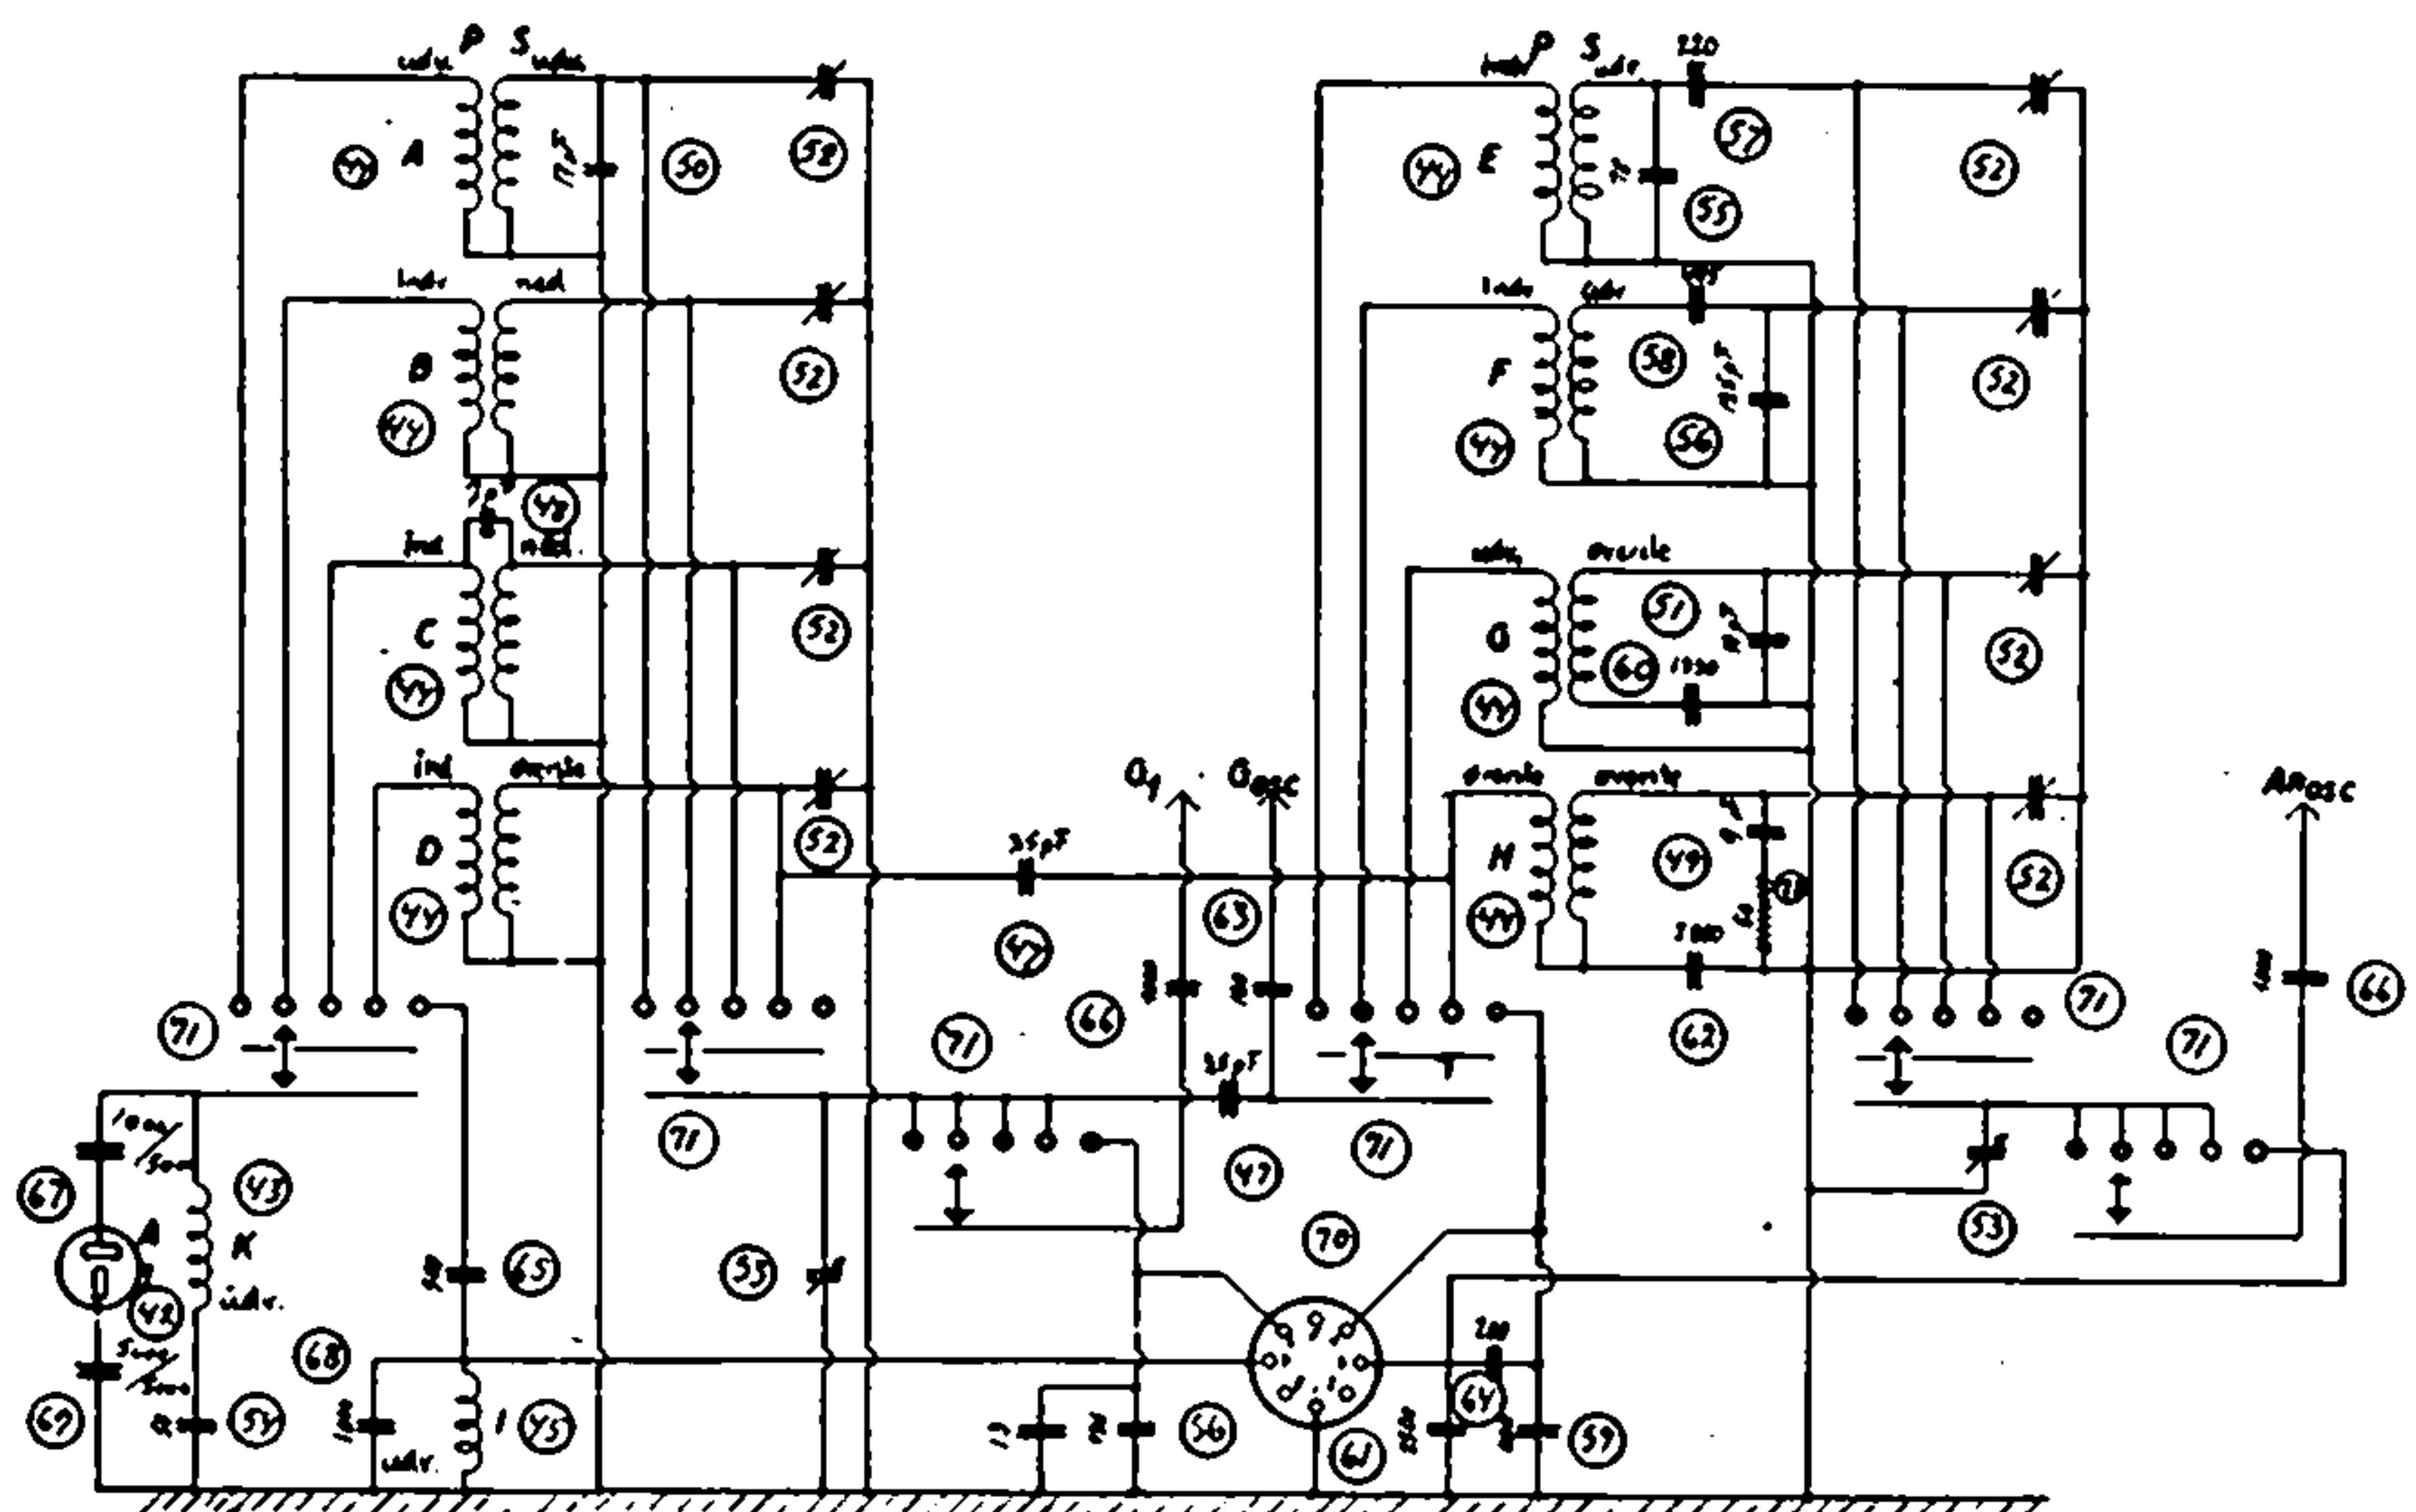

Fig. 2
To Mellemfrekvensbaandfiltre justerbare med Jernkerner. Endvidere en Forkreds og en Oscillatorkreds — det saakaldte Radiohjerte (Fig. 2).
Antennen er kapacitivt koblet til T.K.-Antennespolen, og Spændingsdelingen sker over Antennekapaciteten paa ca. 200 pF. og Kondensatoren (68) — se Fig. 2 — paa 1000 pF.
Denne Spænding opstaar — som det ses af Diagrammet for Hjertet, Fig. 2 — mellem Stel og Gitter paa CCH2, koblet gennem Gitterkondensatoren (66) paa 1000 pF.